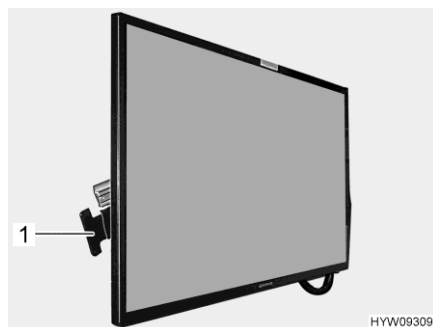

Fig. 96 Pantalla plana
- Presionar el tirador (Fig. 96,1) en el sentido a la pantalla plana y mantenerlo ahí. La pantalla plana está desbloqueada.